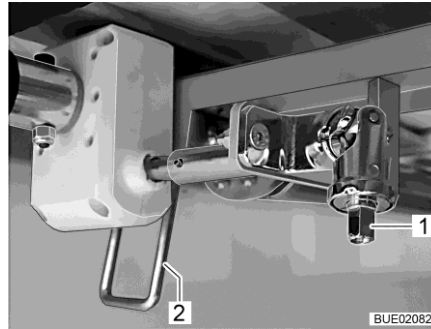

Bild 132 Höhenverstellung
- Kurbel auf Zapfen (Bild 132,1) stecken.
- Hebel (Bild 132,2) in senkrechte Stellung nach unten schwenken.
- Hebel (Bild 132,2) in waagrechte Stellung nach oben schwenken.